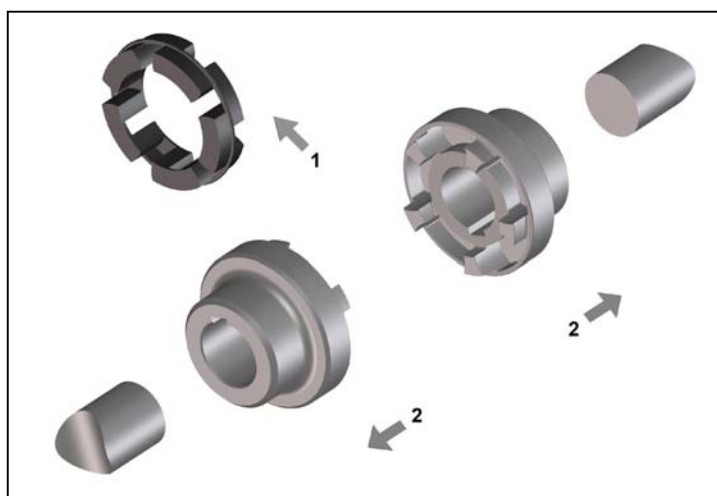

Fig. 3
- Retirer la bague intermédiaire élastique (Fig. 3, Pos. 1).
- Faire glisser les moyeux de l'accouplement sur les extrémités des arbres dans la position prévue (Fig. 3, Pos.2).